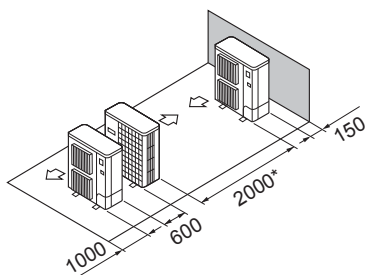

Fig. 2-13
- ⑤ Równoległa zabudowa pojedynczych jednostek zewnętrznych (Fig. 2-13)